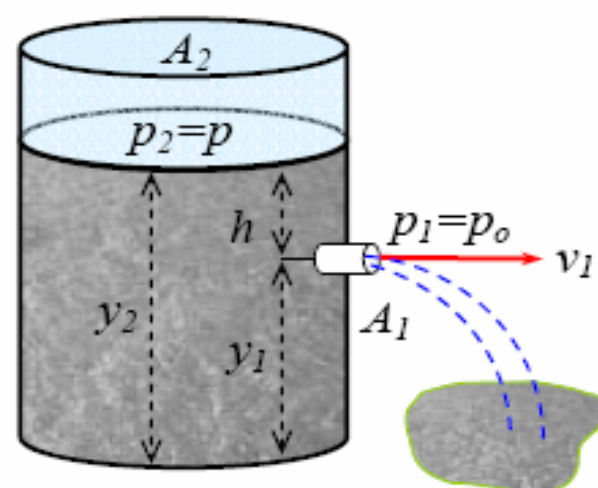

Figura 10.12 Ejemplo 10.7
**Ejemplo 10.7: Ley de Torricelli.** Un estanque que contiene un líquido de densidad  $\rho$  tiene un orificio pequeño en un lado a una altura  $y_1$  del fondo (figura 10.12). El aire por encima del líquido se mantiene a una presión  $p$ . Determinar la rapidez con la cual sale el líquido por el orificio cuando el nivel del líquido está a una altura  $h$  sobre el agujero.